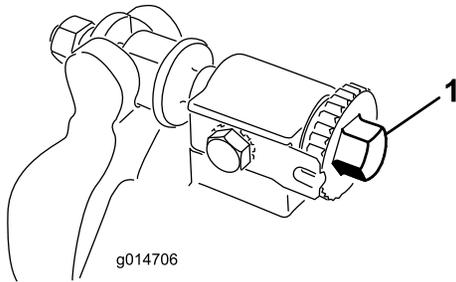
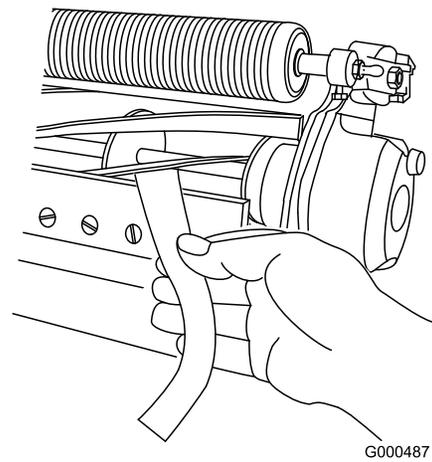

Bild 6
Bild 7
2. Stellen Sie sicher, dass die Spindel das Untermesser nicht berührt. Drehen Sie die Einstellschrauben des Untermesserträgers nach links (Bild 6).
4. Führen Sie an einer Seite der Spindel einen langen Streifen Papier zwischen der Spindel und dem Untermesser ein (Bild 7). Drehen Sie die Einstellschraube des Untermesserträgers, während Sie die Spindel langsam vorwärts drehen, nach rechts (am selben Ende der Spindel) (Bild 6), jeweils um einen Klick, bis das Papier fest gehalten wird, wenn Sie es von vorne parallel zum Untermesser einführen. Wenn das Papier gezogen wird, sollten Sie einen leichten Widerstand spüren.
6. Vergewissern Sie sich nach dieser Einstellung, dass die Spindel Papier einklemmen kann, das von vorne eingeführt wird, und Papier schneiden kann, das senkrecht zum Untermesser eingeführt wird (Bild 7). Papier müsste sich mit minimalem Kontakt zwischen Untermesser und Spindelmessern schneiden lassen. Wenn der Spindelwiderstand zu hoch ist, müssen Sie das Mähwerk läppen oder fräsen, um die für genaues Schneiden erforderlichen scharfen Kanten zu erhalten (weitere Informationen finden Sie in der Toro Bedienungsanleitung für das Schärfen der Spindeln).